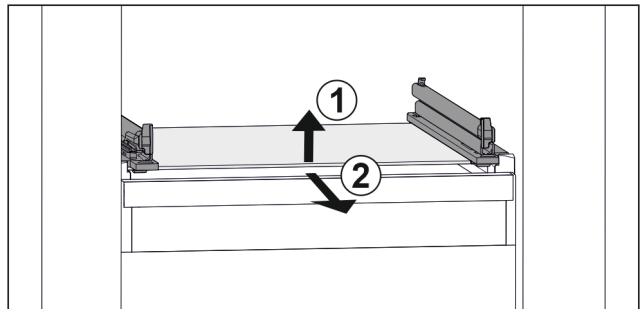

Fig. 36 Voorbeeldweergave van glasplaat
- ▶ Glasplaat aan de voorkant optillen. Fig. 36 (1)
- ▶ Glasplaat naar voren toe verwijderen. Fig. 36 (2)